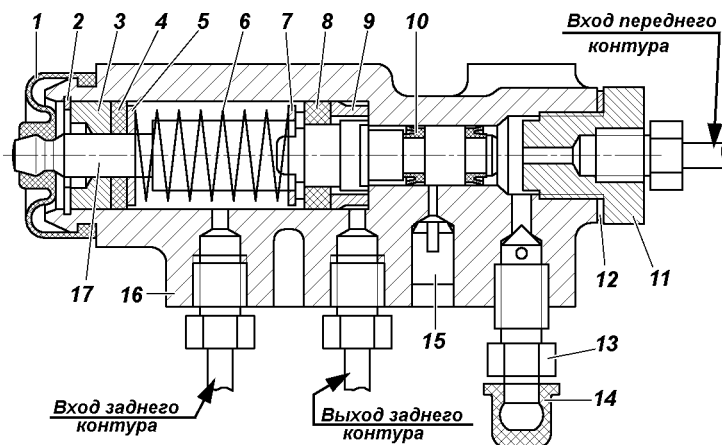

Рис. 9.33. Регулятор давления:
Регулятор давления. На автомобилях, не оснащенных антиблокировочной системой тормозов, устанавливается регулятор давления (рис. 9.33), который обеспечивает оптимальное распределение тормозных сил по осям автомобиля и не допускает блокировку задних колес раньше передних. При обслуживании проверяйте работоспособность регулятора давления. Очищайте регулятор от грязи и проверяйте надежность
3. Заверните болт 3 до соприкосновения его с хвостовиком поршня 17 (см. рис. 9.33) регулятора.